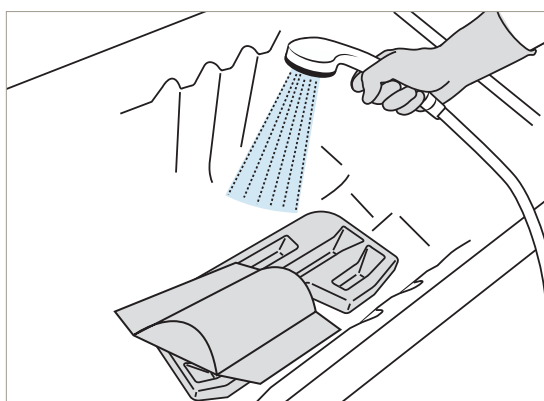

Figure 63
16. Rincer abondamment toutes les pièces avec de l'eau à une température d'environ 25 °C (77 °F) afin d'éliminer le désinfectant. Voir la section Figure 63.